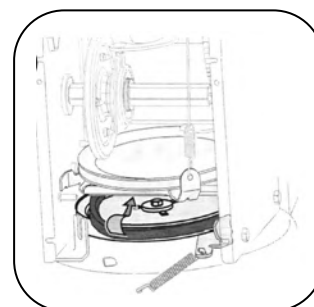

Рис.25
5. Снимите ремень со шкива шнека и наденьте ремень между опорным кронштейном и шкивом шнека. Установите новый ремень шнека, следуя инструкциям в обратном порядке. См. рис. 25.
1. Найдите пробку для слива масла, см. рис. 25.
3. Очистите область вокруг сливной пробки, см. рис. 25.